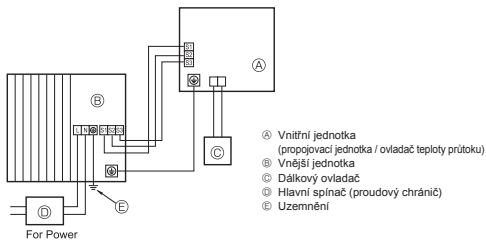
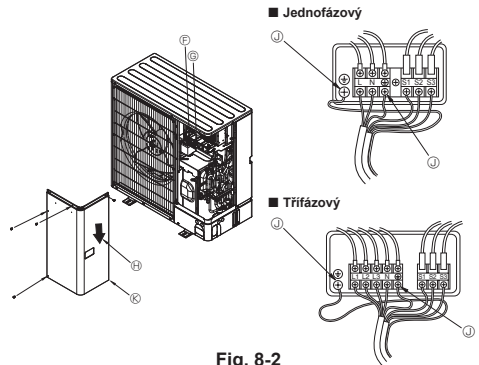

Fig. 8-1
Fig. 8-2
8.1. Vnější jednotka (Fig. 8-1, Fig. 8-2)
- ① Sejměte servisní panel.
- ② Zapojte kabely podle Fig. 8-1 a Fig. 8-2